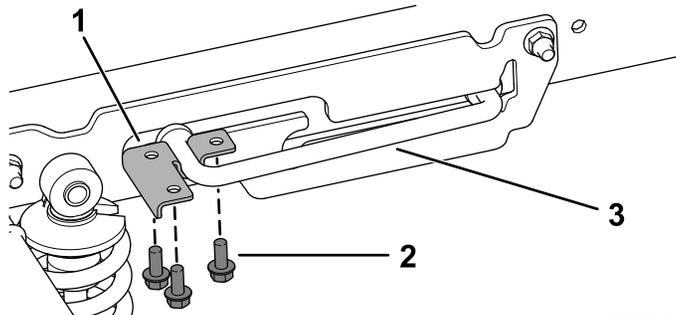

图 2
2. 从支撑杆上卸下 3 个凸缘头螺丝  $5/16 \times 3/4$  英寸和支撑杆 U 形架 图 2。